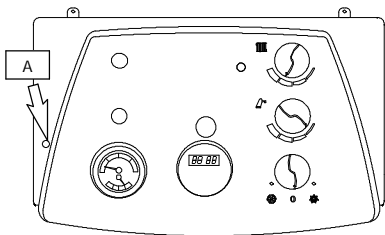

fig. 6.1
- 3 Togliere la vite "A" indicata in fig. 6.1 e ribaltare il pannello comandi in avanti.